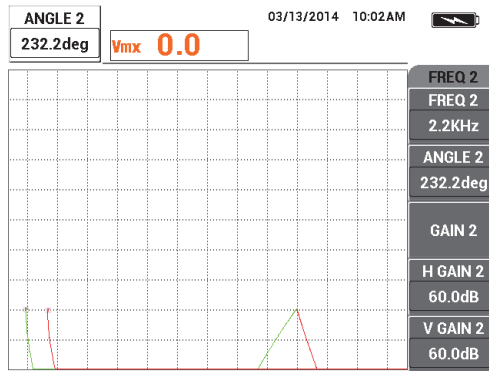

Figura 5-118 Ajuste de valor do ângulo 2
6. Segurando a sonda no local, pressione a tecla ANGLE (  ) novamente e, em seguida, ajuste o ANGLE 2 também o mais próximo possível da posição horizontal (veja Figura 5-118 na página 215).